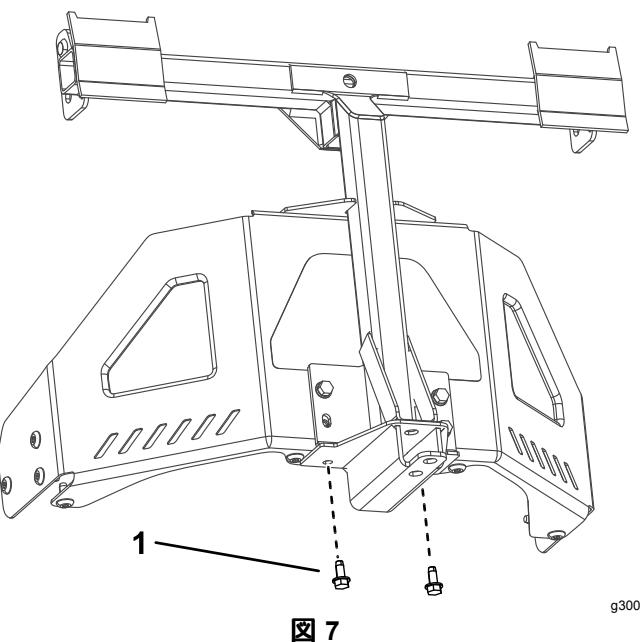

図7
3. ピボットフレームを、機体フレームの底部に固定するタッピングねじ 5/16 x ¾" 2本を使用して図7のように取り付ける。